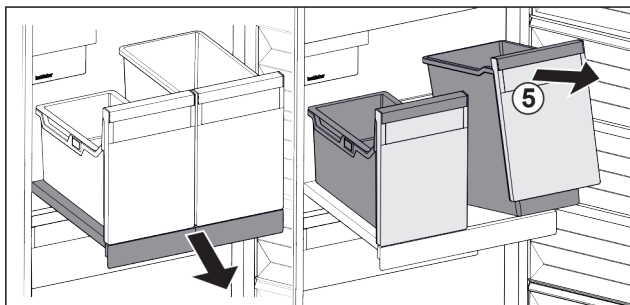

Fig. 80
- ▶ Behälter Fig. 80 (5) vorne anheben.